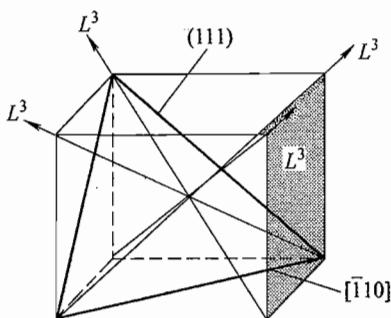

图 14-2 第四题第 4 小题解答图
(1) 面心立方堆积原子密排面为  $(111)$ 。(3分)
(2) 原子密排方向为  $[\bar{1}10]$ 。(2分)
(3) 堆积方式： $ABCABC$ 型。(2分)
(4)  $L^3$  轴共 4 个，如图 14-2 所示。(3分)